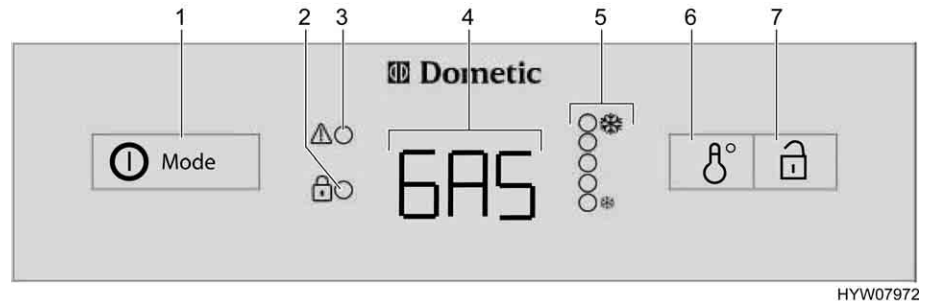

Fig. 210 Elementi di comando per il frigorifero (serie Dometic 8 con AES)
In caso di guasti il relativo indicatore LED "⚠" (Fig. 210,3) lampeggia.
Se è selezionato il funzionamento automatico, l'alimentazione a 230 V **non** è allacciata e il motore del veicolo è **spento**, il sistema AES seleziona il rifornimento di gas. Selezionando il funzionamento a gas, il dispositivo di sicurezza si apre automaticamente, così che il gas possa fluire al bruciatore. Contemporaneamente si inserisce l'accenditore elettronico. Se la fiamma del gas si spegne, p. es. a causa di un colpo di vento, l'accenditore viene subito azionato riaccendendo il gas. In caso di guasti nel funzionamento a gas, nell'indicazione di funzionamento (Fig. 210,4) lampeggia la scritta "GAS".
Dopo l'accensione il frigorifero seleziona automaticamente la regolazione intermedia del termostato. Questa impostazione può essere modificata manualmente con l'interruttore per la regolazione della temperatura (Fig. 210,6). Gli indicatori LED (Fig. 210,5) visualizzano la temperatura selezionata sul termostato. Con l'interruttore viene regolata la temperatura di refrigerazione per tutti i tre tipi di energia. Ci vogliono alcune ore prima che il frigorifero raggiunga la temperatura normale di esercizio. Cambiando la modalità di funzionamento la regolazione del termostato non viene modificata. La temperatura di refrigerazione è indipendente dal tipo di energia utilizzata.
- Premere l'inseritore/selettore di energia (Fig. 210,1) per 2 secondi, per accendere l'apparecchio. L'ultima modalità di funzionamento prescelta viene visualizzata nell'indicazione di funzionamento (Fig. 210,4).
- Con l'inseritore/selettore di energia (Fig. 210,1) selezionare il tipo di energia.
- Regolare la temperatura di refrigerazione sull'interruttore per la regolazione della temperatura (Fig. 210,6). Gli indicatori LED (Fig. 210,5) visualizzano la regolazione del termostato prescelta.
- Premere l'inseritore/selettore di energia (Fig. 210,1) per 2 secondi. Cancellare tutte le indicazioni.